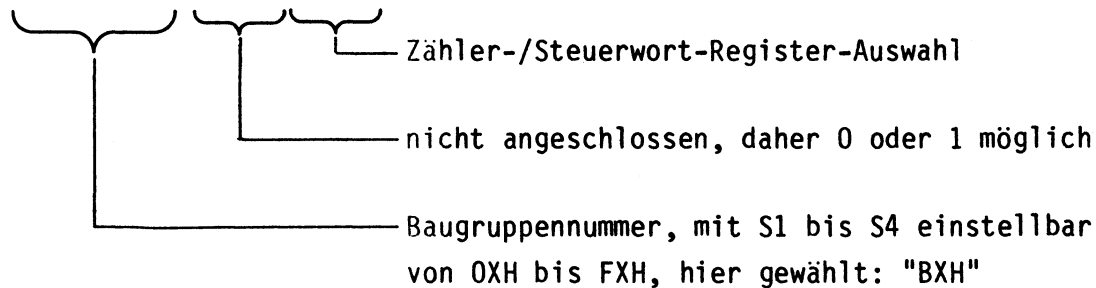

Bild 5: Adreßbildung mit allen Adreßleitungen von A0 bis A7
Da die Bausteinanschlüsse A0 und A1 mit den Adreßleitungen A0 und A1 des System-Busses verbunden sind und die Adreßleitungen A4 bis A7 zur Bausteinfreigabe verwendet werden, ergibt sich die vollständige Adreßbildung unter Verwendung der Adreßleitungen A0 bis A7 wie in Bild 5 dargestellt:
Die Bitkombination an A4 bis A7 (Bild 5) stellt jeweils den Wert "BXH" dar und entspricht der mit S1 bis S4 eingestellten Baugruppennummer. Die Bitkombination an A0 und A1 bestimmt, ob Zähler 0, 1 oder 2 oder das Steuerwort-Register des Zähler- und Zeitgeber-ICs angewählt wird.
- Das sich nun im Akku befindliche Statuswort wird an das Steuerwort-Register ausgegeben. Hierzu ist der Befehl "OUT adr" des Prozessors 8085 notwendig. Die Adresse für das Steuerwort-Register ist B3H, da in dieser Übung von der Baugruppennummer "BXH" ausgegangen wird. Vergleichen Sie Bild 5!